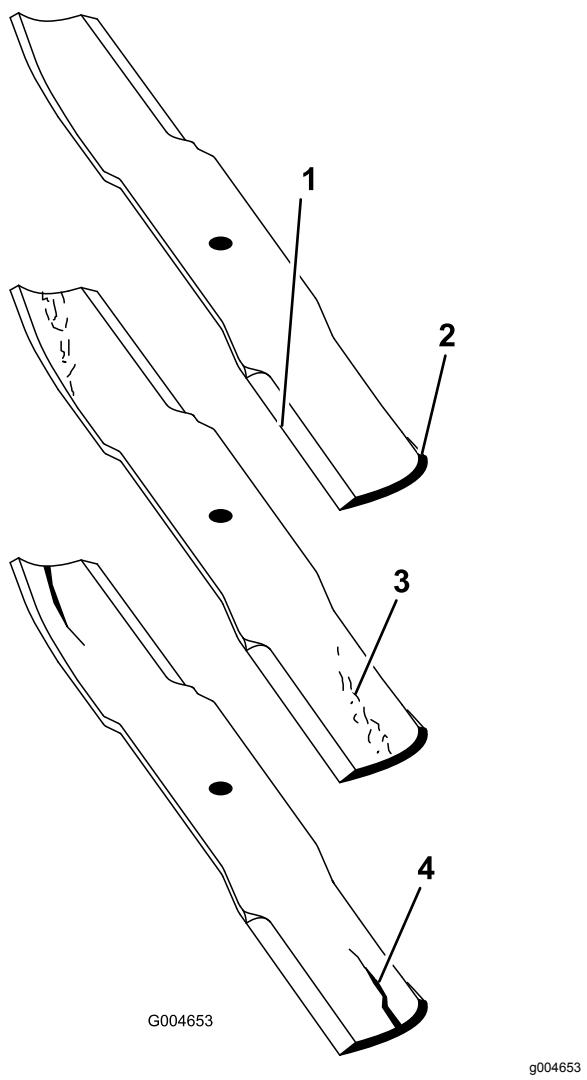

Figura 107
2. Examine cuidadosamente as extremidades da lâmina, prestando especial atenção à zona onde se encontram as partes curvas e planas da lâmina (Figura 107).
Nota: A areia e os materiais abrasivos podem desgastar o metal entre as partes plana e curva da lâmina; por isso, verifique a lâmina antes de utilizar a máquina. Se verificar que esta zona se encontra desgastada (Figura 107), substitua a lâmina.